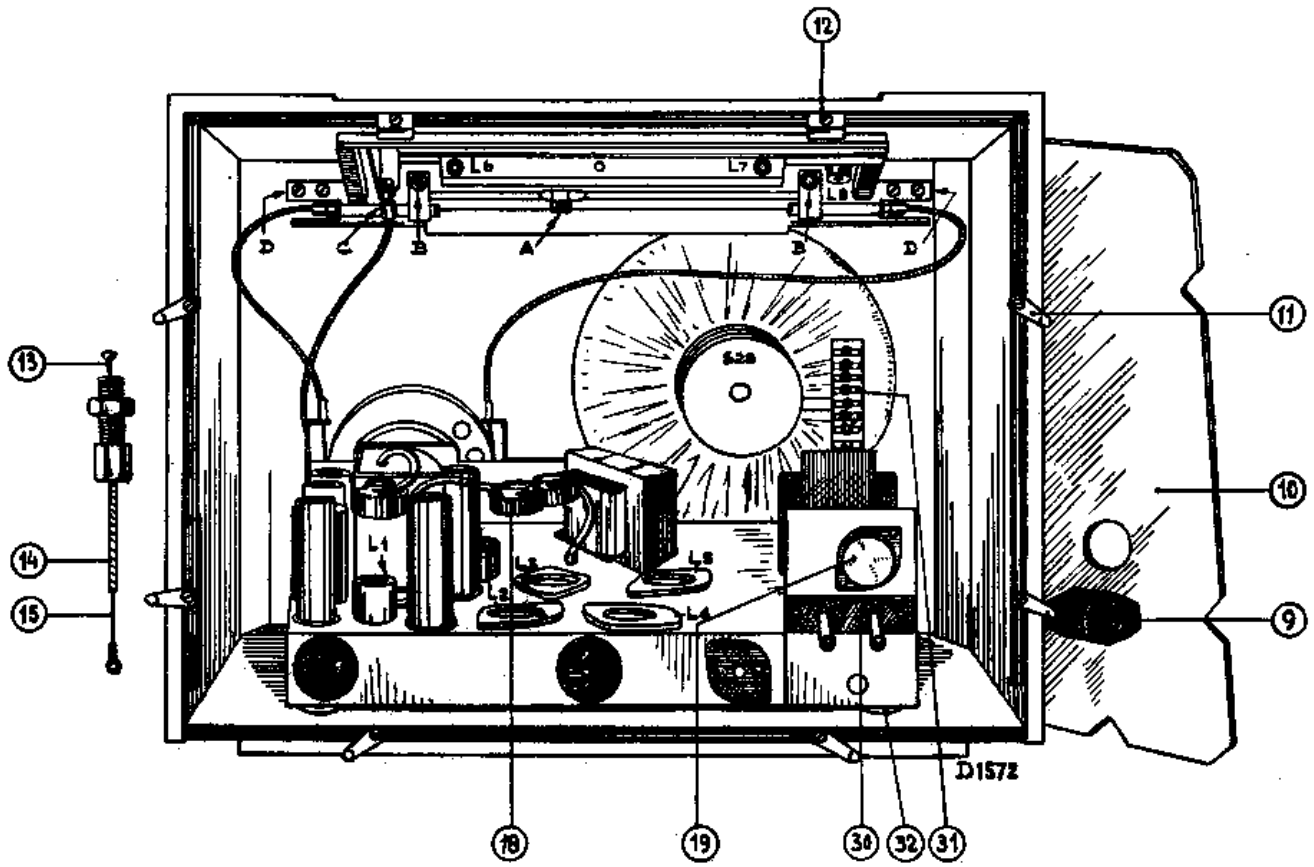

Fig. 16
3. Défaire la fixation du câble à l'aiguille, au moyen de la vis A. (voir fig. 16).